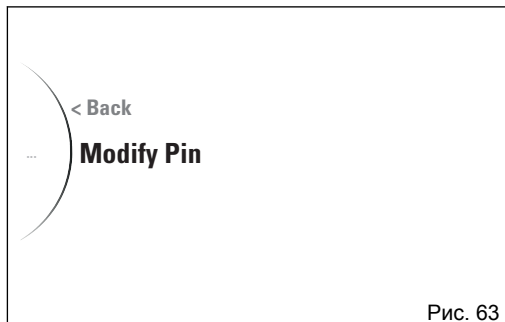

Рис. 63
- Выберите пункт «Modify Pin»(Рис. 63) и нажмите на кнопку ENTER.